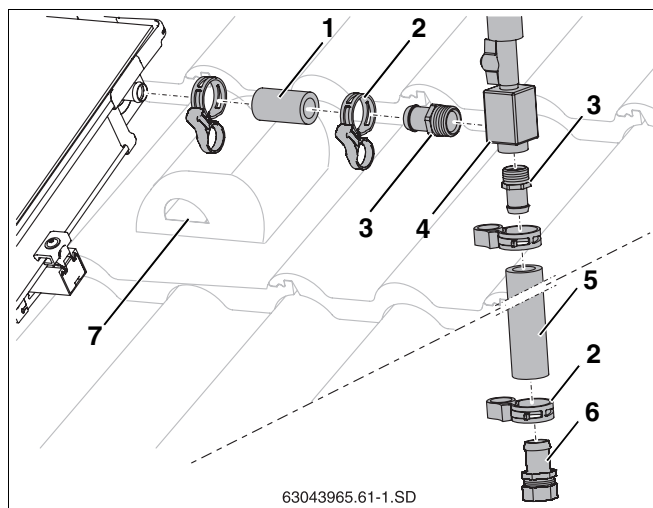

Fig. 57 Raccordement du purgeur sur le toit
- Glisser le tube solaire court (55 mm, fig. 57, **pos. 1**) sur le raccordement de départ du champ de capteurs et fixer avec la bride du compensateur.
- Visser à fond les embouts de tuyauterie R $\frac{3}{4}$  avec joints toriques (fig. 57, **pos. 3**) dans le pot de purge (fig. 57, **pos. 4**).
- Insérer les embouts de tuyauterie (fig. 57, **pos. 3**) jusqu'à la butée dans les tubes solaires (fig. 57, **pos. 1 et 5**) et fixer avec les brides du compensateur (fig. 57, **pos. 2**).
- Insérer l'embout de tuyauterie avec raccord-union par anneau de serrage (fig. 57, **pos. 6**) jusqu'à la butée dans le tube solaire et fixer avec la bride du compensateur.
- Faire passer le tube solaire avec le câble de sonde par la tuile de ventilation (fig. 57, **pos. 7**) et l'isolation du toit.
- Raccorder le tube collecteur à l'embout de tuyauterie avec le raccord-union (18 mm) (fig. 57, **pos. 6**).